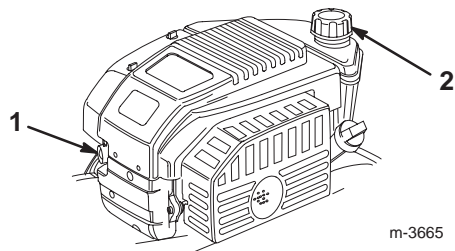

Figure 8
1. Nettoyez la surface autour du bouchon du réservoir de carburant (Fig. 8).
2. Retirez le bouchon du réservoir de carburant (Fig. 8).
3. Appuyez sur l'amorceur à trois reprises, en marquant une pause d'une seconde chaque fois (Fig. 8).